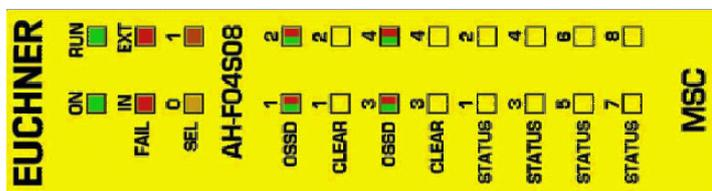

Figure 27:
8.3.15. Module AH-FO4S08 (Figure 27)